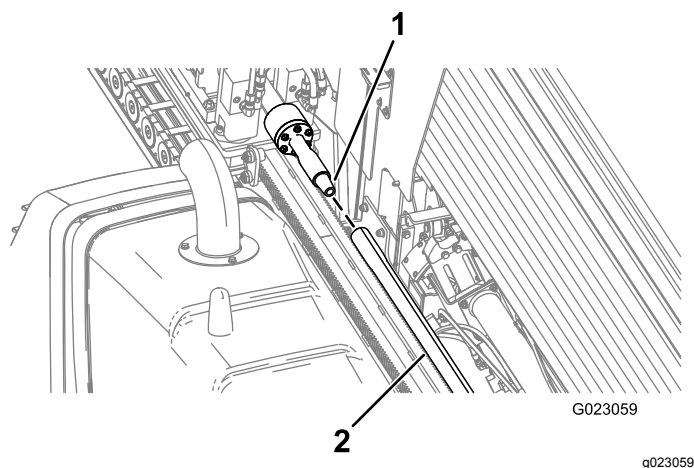

Figura 56
9. Gire o mandril no sentido horário e avance o sistema de translação lentamente para introduzir o mandril na extremidade fêmea da haste (Figura 56).